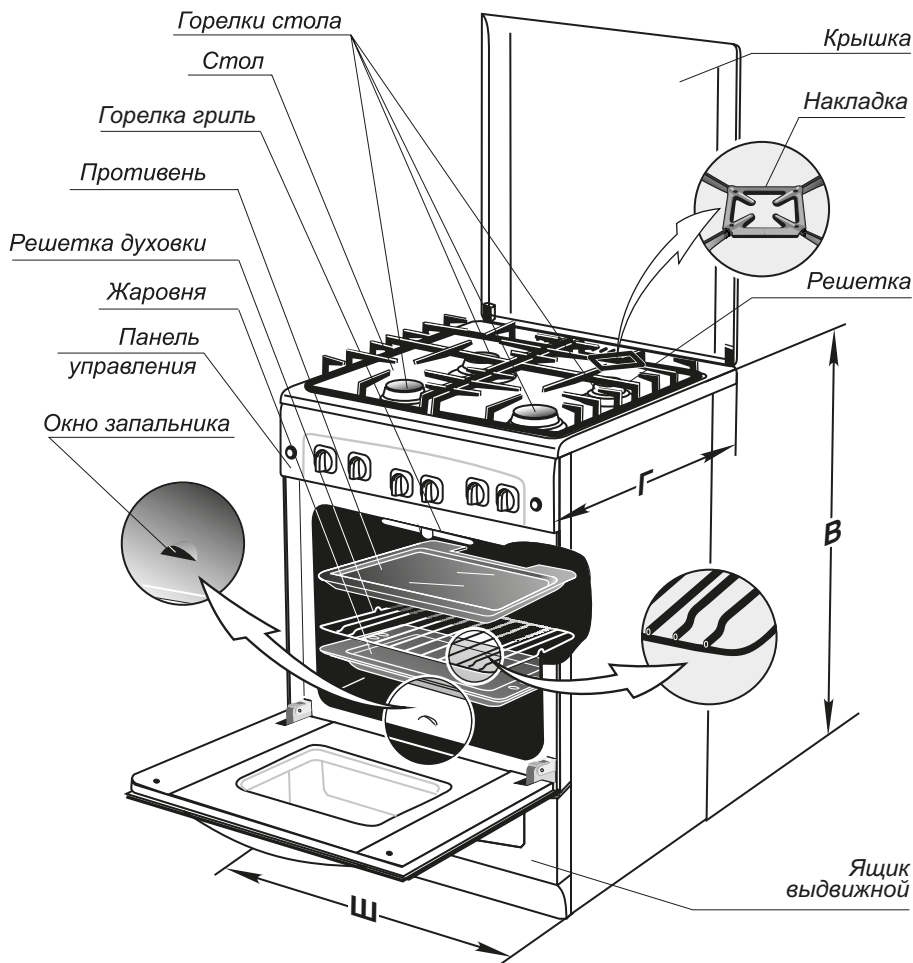

Рис.1
- (см. рис. 1) для плит мод.6100, 6300, 6500 - 600х600х850